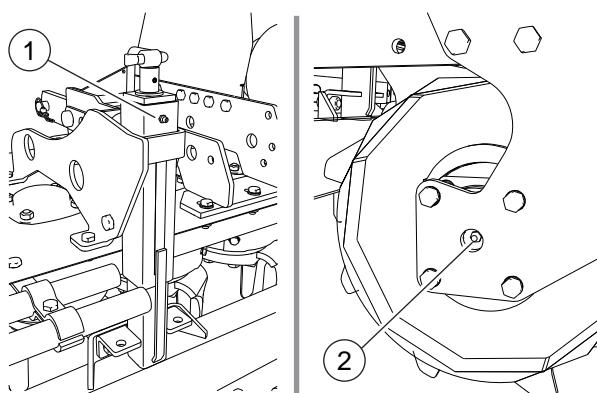

FIG. 43
- Enrasador sobre gatos a tornillo (1, “Fig. 43”).
- Enrasador soporte a rodillo (2).